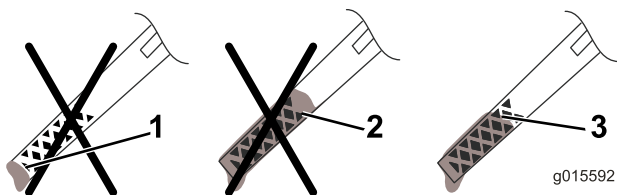

Figura 28
13. Retire a vareta e verifique o nível de óleo na vareta (Figura 28).